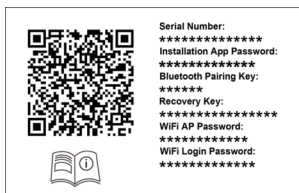

Figura 1: Ejemplo de pegatina de contraseña en la Guía de seguridad.
- a) Establecimiento de una conexión Bluetooth con el Wallbox. Escanee el código QR multifuncional con información de acceso individual en la **pegatina de contraseña** en "Instalación: primeros pasos" de la Guía de seguridad (véase la Figura 1 a continuación para ver un ejemplo del código QR).